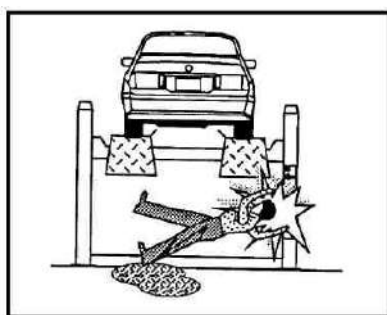

Рис. 32
- Следите, чтобы рабочая зона была чистой, чтобы на полу не было масла (рис.32).